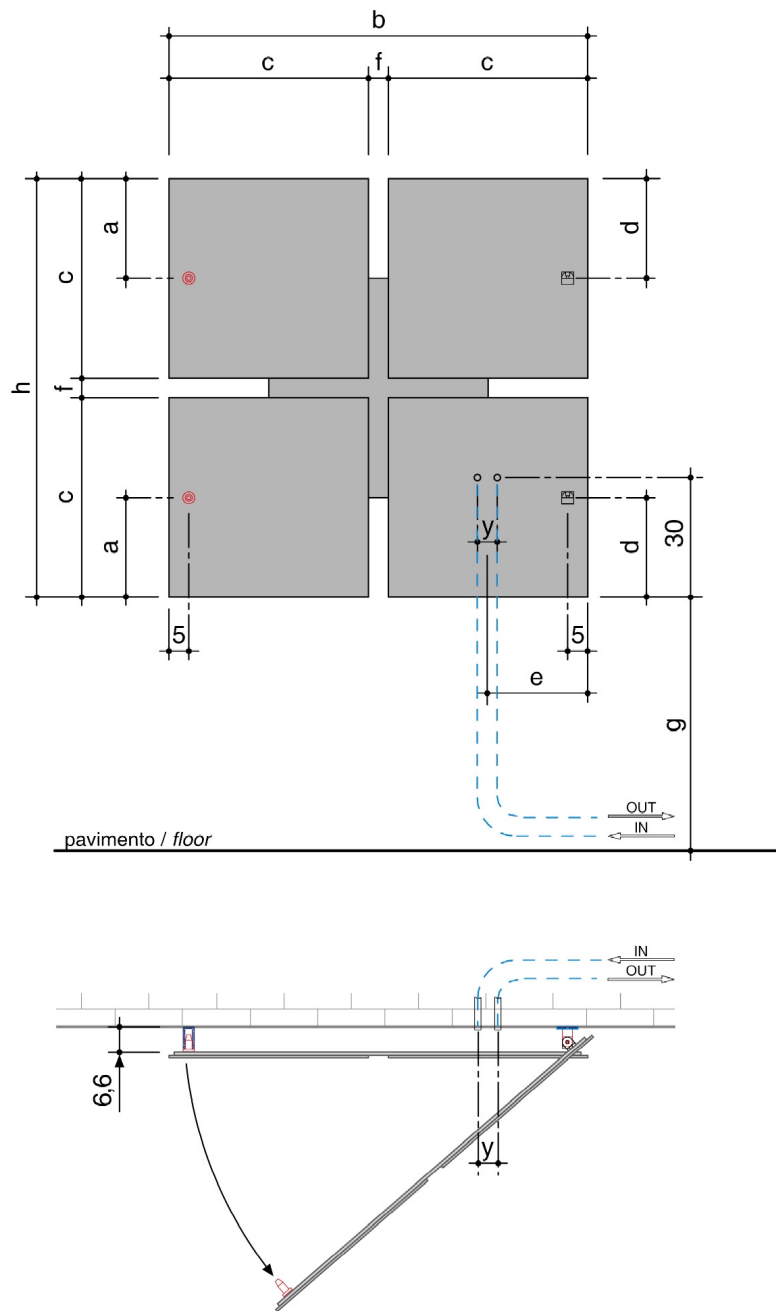
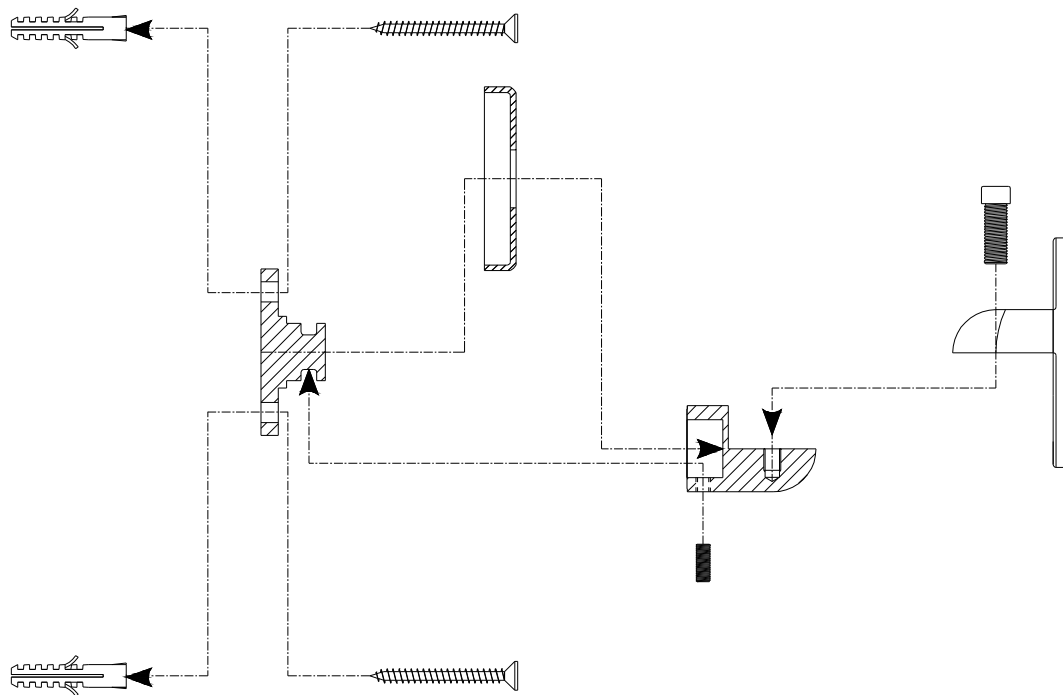
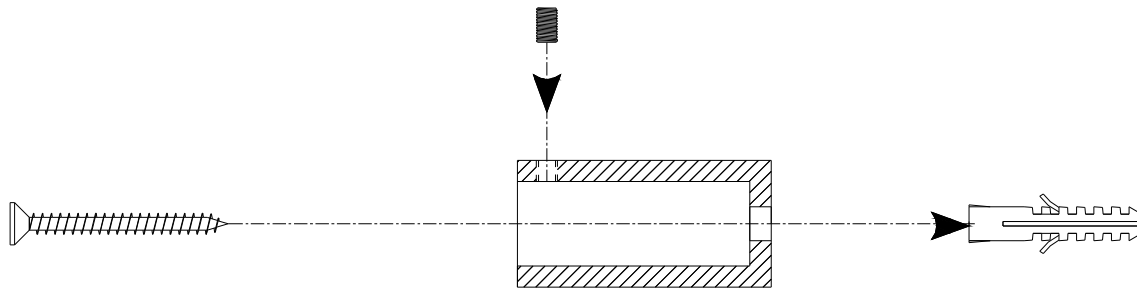

Fig. 1
Fig. 2
Fig. 3
**Leggere attentamente tutte le istruzioni e le misure per il corretto montaggio del radiatore elencate nella pagina tecnica del catalogo riportata nel presente documento in Fig. 1.**
**3.1** L'altezza da terra degli attacchi di andata e ritorno dell'acqua è facoltativa. Verificare che la distanza tra il livello del pavimento e la parte più bassa del radiatore non sia inferiore ai 10 cm. Gli attacchi di andata e ritorno dell'acqua dovranno avere un interasse di 5 cm per tubi rame e multistrato; 8 cm per tubi ferro filettati (Fig. 1).
**3.2** Assemblare i supporti e fissarli al muro come descritto nella Fig. 2 utilizzando tasselli idonei alla tipologia della muratura ed in grado di sostenere a parete il radiatore. In dotazione vengono forniti tasselli D.8 mm per cemento armato. Le distanze e gli interassi di fissaggio dipendono dal modello acquistato. Seguire attentamente le misure riportate nel disegno e nella tabella di Fig. 1.
**3.3** Agganciare il radiatore ai supporti tassellati a muro, appoggiandolo e fissandolo con le viti in dotazione come da Fig. 2. Assicurarsi che l'appoggio sia il più preciso possibile, se necessario regolare i supporti facendoli scorrere lungo le
**3.4** Fissare al muro il cilindro con sede conica (Fig. 3) mediante tasselli idonei alla tipologia della muratura ed in grado di sostenere a parete il radiatore. In dotazione vengono forniti tasselli D.8 mm per cemento armato. Seguire la tabella ed il disegno in Fig. 1 per le quote, inoltre si consiglia di segnare il punto di fissaggio al muro chiudendo il radiatore contro la parete.
**Read carefully all the instructions and the procedures to be followed to assemble the radiator, as stated in the technical page of the catalogue which is reproduced in this document in fig. 1.**
**3.1** The water inlet and outlet connections can be placed at any distance from the floor, but make sure that the distance between the floor and the lower part of the radiator is at least 10 cm. The water inlet and outlet connections should have a centre distance of 5 cm for copper and multilayer pipes, 8 cm for threaded iron pipes (fig. 1).
**3.2** Assemble the supports and secure them to the wall as described in fig. 2 using plugs that are suitable to type of wall, and sturdy enough to anchor the radiator to the wall. The radiators are supplied as standard with 8mm diameter plugs for reinforced concrete. Fixing distances and centre distances depend on the model purchased. Comply with the measures shown on the drawing and listed in the table in fig. 1.
**3.3** Hang the radiator from supports fastened to the wall with the plugs, and secure it with the screws supplied as standard as shown in fig. 2. Make sure that the supports are arranged as accurately as possible, if necessary, adjust the
**3.4** Fasten the cylinder with tapered seat (fig. 3) to the wall by means of suitable plugs. The plugs must be suitable to type of wall and sturdy enough to carry the weight of the radiator. The radiators are supplied as standard with 8mm diameter plugs for reinforced concrete. Follow the dimensional indications provided in the table and the drawing in fig. 1. It is advisable to mark the fastening point on the wall by closing the radiator against the wall.